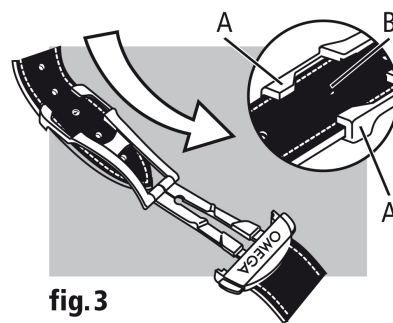

fig. 3
Per regolare la lunghezza del cinturino (fig. 3): liberare il segmento lungo dalle due guide (A) e dal perno (B). Spostare il cinturino nella direzione voluta e reinserire il perno e le due guide. Provare al polso l'orologio e, se necessario, ripetere l'operazione.